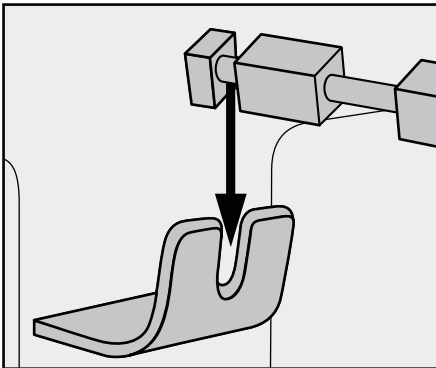

Fig. 2: Inserire lo spiedo **16** nel vano di ricezione dello spiedo **9**.
- Inserire poi l'altra estremità dello spiedo **16**, quella con la scanalatura profonda, nel vano di ricezione dello spiedo **9** (fig. 2):